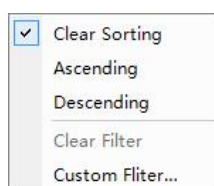

Fig 4- 7
- ▶ **Sortarea coloanelor:** Faceți clic pe  pictograma de pe antetul coloanei (cu excepția coloanei Well) și selectați **Ascendent** (Fig 4- 7), apoi datele sunt sortate în ordine crescătoare iar pictograma de sortare apare pe antetul coloanei; Clic **Descendent** pentru a afișa datele în ordine descrescătoare; dacă doriți să anulați sortarea, faceți clic pe clic dreapta pe comanda **Ștergeți Sortarea**.